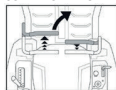

FIG.15A
1. PARA VIRAR PARA A DIREITA, MOVA A ALAVANCA DE CONTROLE DE ACIONAMENTO DIREITA PARA TRÁS DA ALAVANCA DE CONTROLE DE ACIONAMENTO ESQUERDA. (FIG.15A)